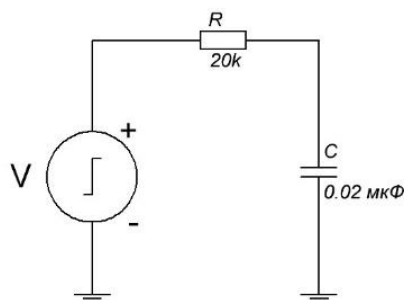

Рисунок 3.12
1. Намалювати на новоствореному робочому полі ланцюг, який зображений на рис. 3.12, з параметрами (атрибутами) елементів що наведені у табл. 3.4 (номер варіанту згідно зі списком у журналі групи).